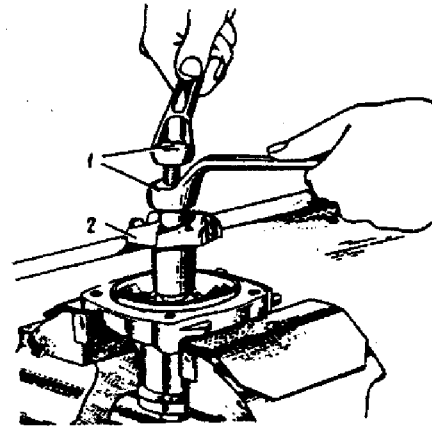

Fig. 2-63. Remoção do rotor: 1 - extrator; 2 - rotor.
2. Fixar a tampa em uma morsa, provida de protetores, e remover o rotor, do eixo, utilizando-se do extrator A.40026 (fig. 2-63).